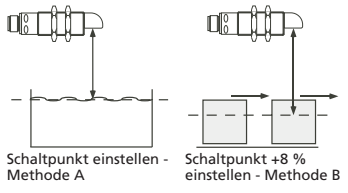

Abb. 3: Einstellung des Schaltpunktes bei unterschiedlicher Bewegungsrichtung des Objekts
standsmessung, ist so die eingelernte Entfernung des Niveau, bei dem der Sensor schalten soll, s. Abb. 3.
- Für die Abtastung von Objekten, die seitlich in das Schallfeld eintreten, sollte die Teach-in-Prozedur »Schalt-punkt +8 % einstellen – Methode B« gewählt werden. Es wird ein um 8 % größerer Schalt-punkt als die tatsächliche Entfernung zum Objekt eingestellt. Dies stellt auch bei geringfügigen Höhenschwankungen der Objekte einen stabilen Schalt-punkt sicher, s. Abb. 3.